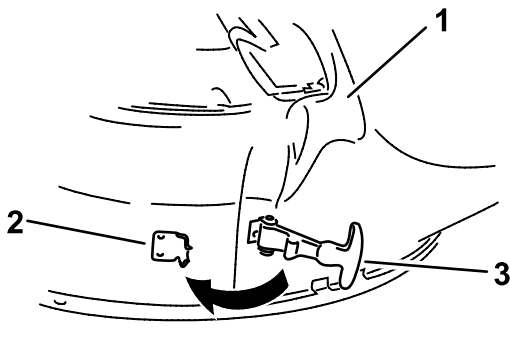

Bild 18
4. Haken Sie den flexiblen Verschluss am Auswurfkanal an der Befestigungsklemme ein, die an des Mähwerk angeschweißt ist (Bild 18).